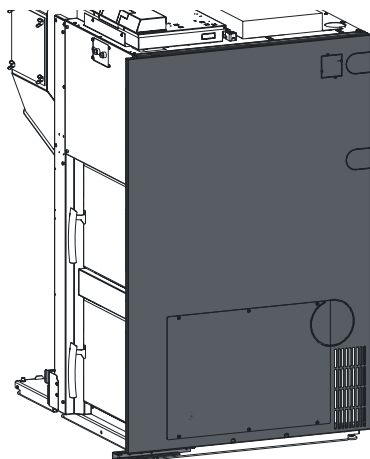

Fig. 66 Agganciare la parete laterale destra
- ▶ Posizionare la parete laterale destra in basso sulla base nella sagomatura e agganciarla nelle chiusure a baionetta sul retro della parete posteriore – Fig. 66.